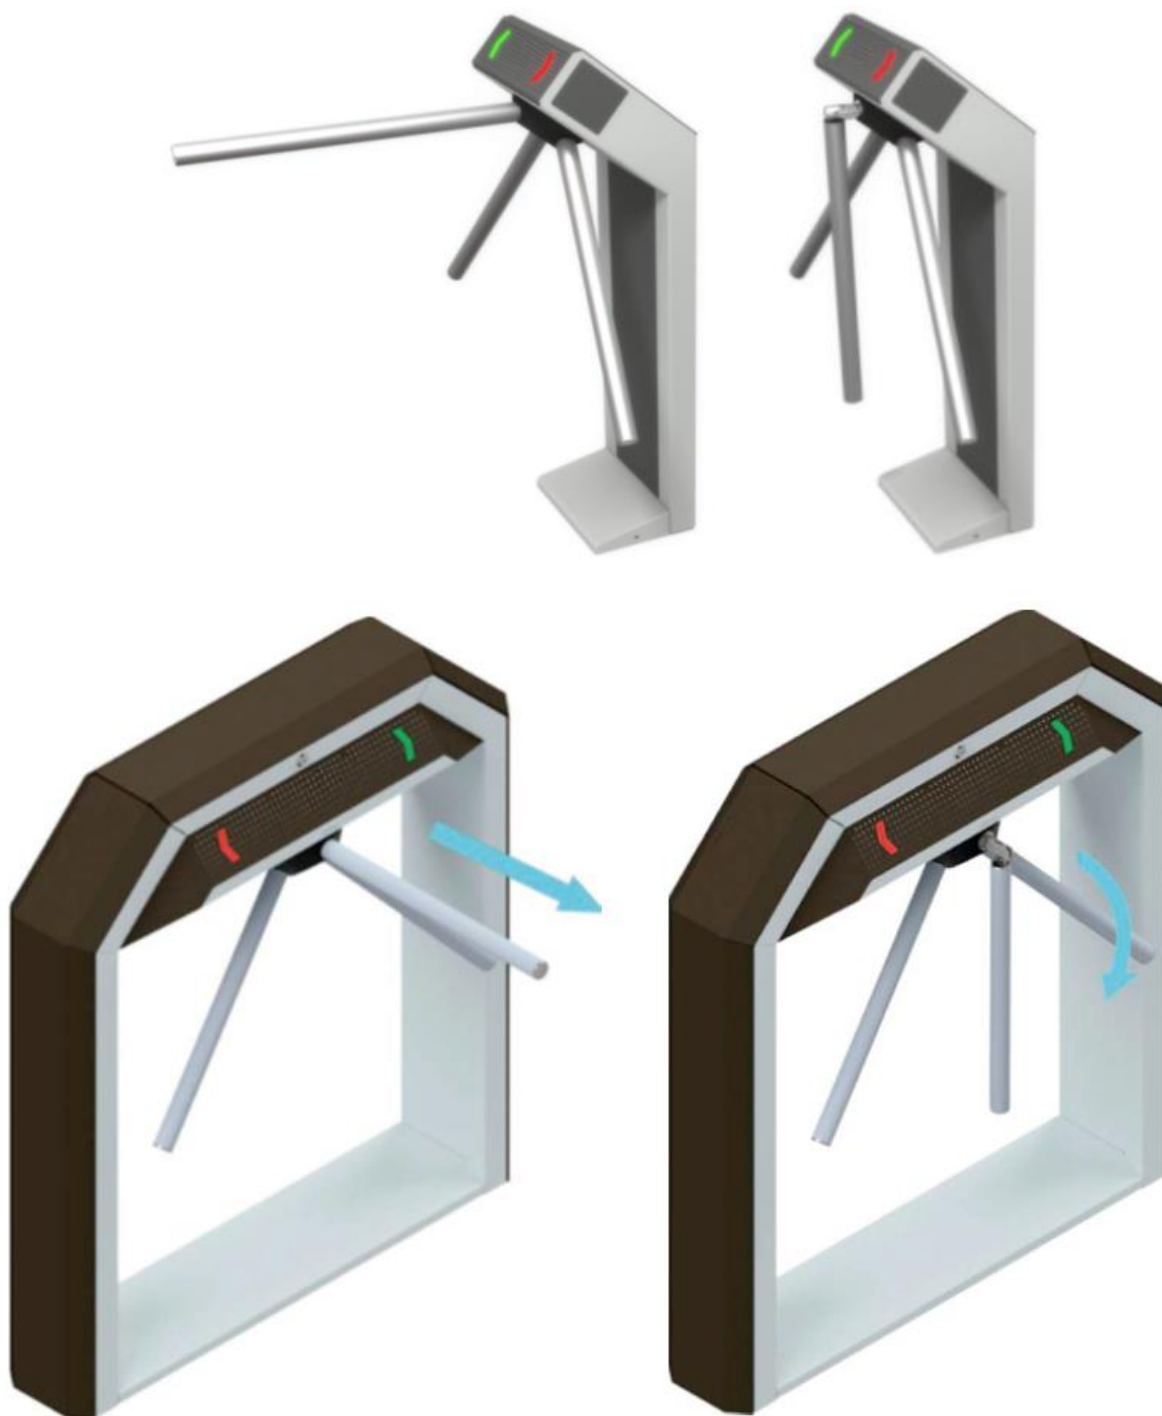

Рисунок 6.6.3 – Принцип работы планок «Антипаника»
- 5) Если вы установили планки типа «Антипаника», проверьте работу их механизма разблокировки (рисунок 6.6.3).